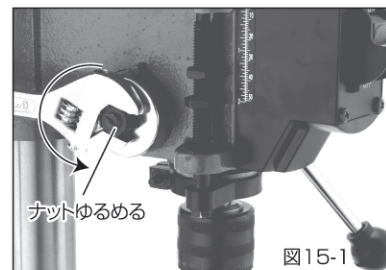

図15-1
- 1 スピンドルシャフトの上下移動がスムーズでない場合は、ナット2個をゆるめ【図15-1】、スプリングキャップのスプリングを手前に引いてゆるめた状態にして下さい。【図15-2】